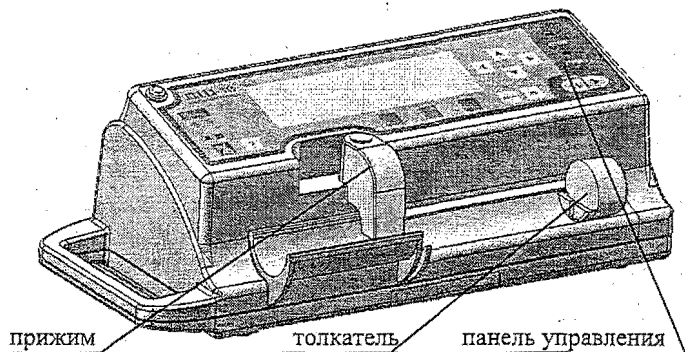

Рисунок 1
1.3.1. Насос состоит из следующих основных функциональных компонентов (рисунок 1): прижима, служащего для фиксации шприца и для определения объема шприца при помощи оптоэлектронного датчика; толкателя, служащего для перемещения штока шприца с заданной скоростью; панели управления, служащей для задания режима работы насоса.